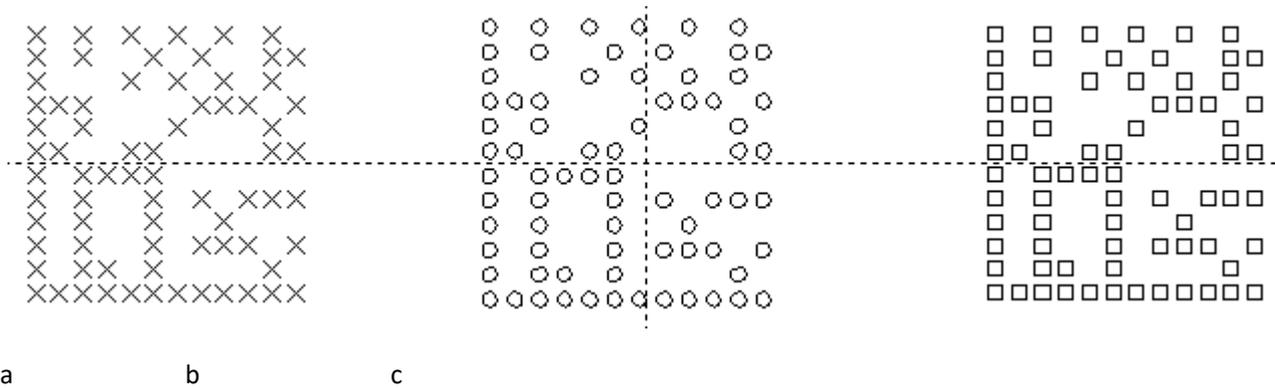

图 4-20
**点模式：**以点的形式绘制成二维码并加工，如图 4-20-a。
**圆模式：**以小圆的形式绘制成二维码并加工，如图 4-20-b。
**矩形模式：**以小矩形的形式绘制成二维码并加工，如图 4-20-c。